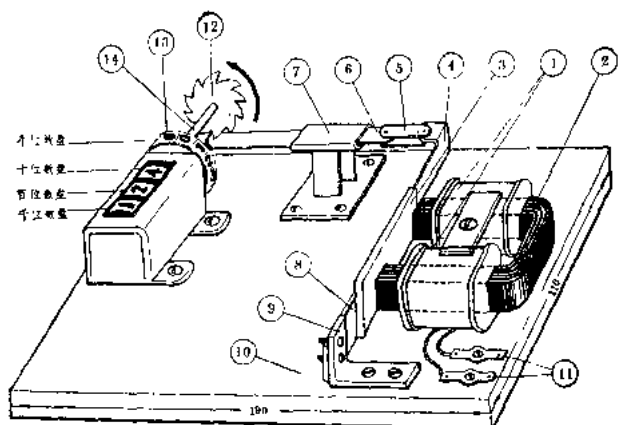

图 5-8
机械计数器的样子见图 5-8，图中①是电磁铁的线圈，通上 6 伏交流电。②是铁芯，是由很多片薄铁皮迭制成的。这两者组成一个电磁铁，均受光电控制器中的继电器控制。③是由一片厚铁片制成的衔铁，它受到电磁铁的吸力后就和电磁铁吸合。④是焊在衔铁上的铁片，这铁片上有一个小耳，上面有一个洞。⑤是两片拉片，两端都有小洞，一端用小销钉销在铁片④的小洞中，另一端用小销钉销在滑块⑥的上面。滑块⑥只能在滑块支架⑦上作左右方向的滑动；它用铁片做成，左而端部有一个弯起的钩，钩住棘轮⑫。⑧是弹性铜皮（或弹簧钢片），它的一端焊在衔铁③上，另一端用螺丝固定在用铁片